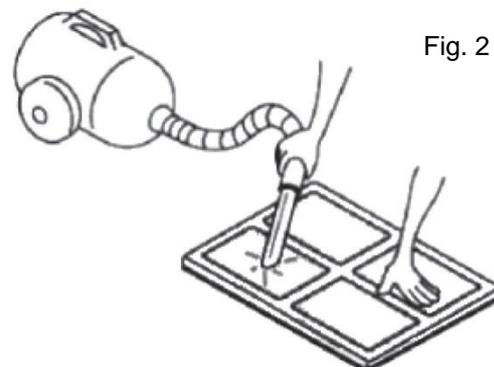

Fig. 2
- Lo mejor es limpiar el filtro de aire cuidadosamente bajo agua tibia o con una aspiradora a baja potencia. (Ver fig. 2)